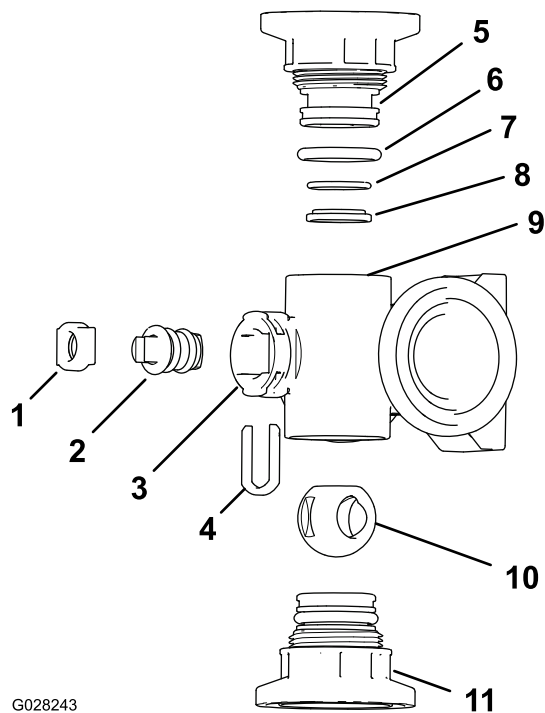
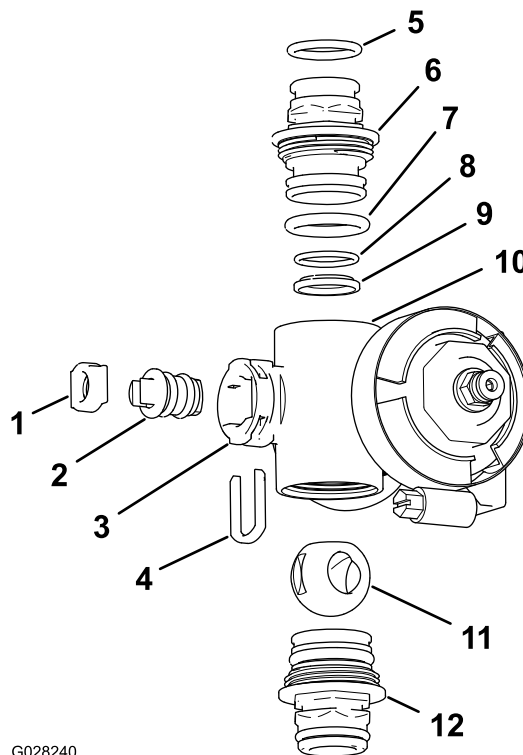

Figure 112
Figure 113
2. Déposez les 2 raccords d'embout à chaque extrémité du corps du collecteur (Figure 112 et Figure 113).
4. Retirez l'étrier de fixation de la tige des fentes de l'orifice de tige du collecteur (Figure 112 et Figure 113).
5. Déposez du collecteur l'étrier de fixation et le siège de la tige (Figure 112 et Figure 113).
6. En passant par le corps du collecteur, déposez la tige de vanne (Figure 112 et Figure 113).
de section seulement), des joints toriques d'embout, des joints toriques de portée arrière, et du siège la de bille (Figure 112 et Figure 113).
- Appliquez de la graisse sur la tige et insérez cette dernière dans son siège (Figure 112 et Figure 113).
- Placez la tige et le siège dans le collecteur et fixez-les à l'aide de l'étrier (Figure 112 et Figure 113).
- Vérifiez que le joint torique de portée arrière et le siège de bille sont alignés et bien engagés dans le raccord d'embout (Figure 112 et Figure 113).
- Montez le raccord d'embout sur le corps du collecteur jusqu'à ce que la bride du raccord touche le corps, puis tournez le raccord d'embout de $\frac{1}{8}$ à $\frac{1}{4}$ de tour supplémentaire (Figure 112 et Figure 113).